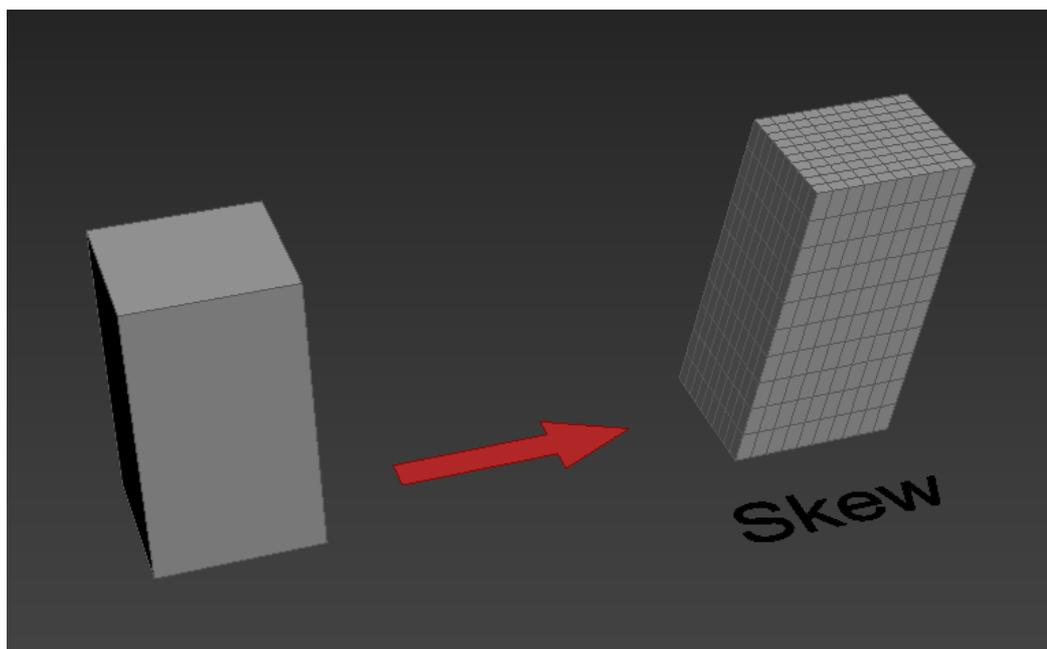

Рис. 35
**Модификатор «Skew» (Скос, наклон)** – наклоняет объект, перемещая его верхнюю часть при неподвижной нижней (рис. 35). Панель параметров этого модификатора включает поля Amount (Степень), Direction (Направление), а также параметры разделов Skew Axis (Ось наклона) и Limits (Границы).